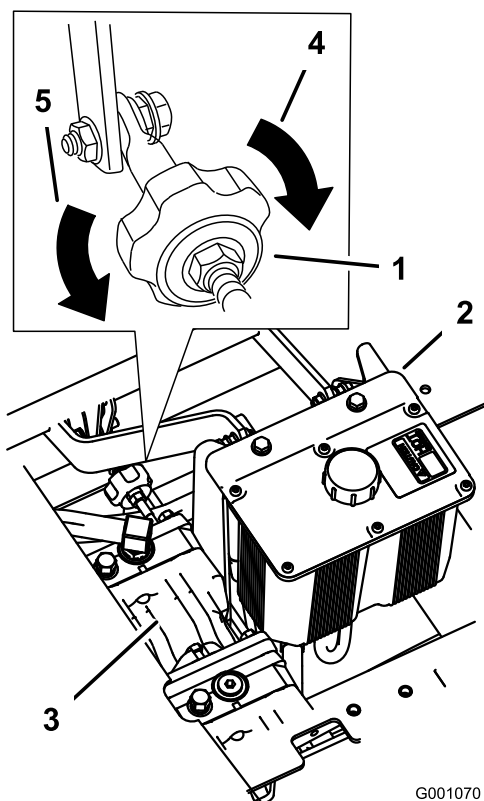

Figure 78
2. Réglez la longueur de la tige de pompe en tournant le bouton dans le sens voulu, jusqu'à ce que la roue soit immobilisée ou tourne légèrement en marche arrière (Figure 78).